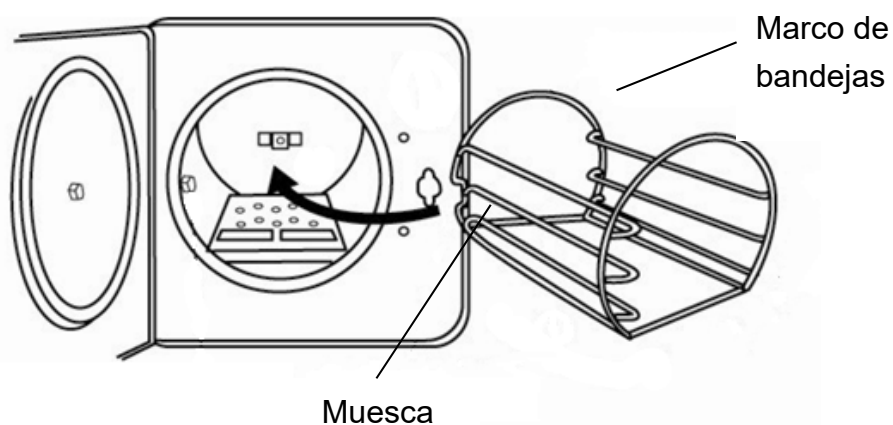

Figura 6
D. Instale el marco de bandeja según Figura 6. (accesorio opcional)
**Precaución:** El marco se debe instalar en la Figura 6 como se indica a continuación. La muesca del marco pasará por el cojinete en la cámara.